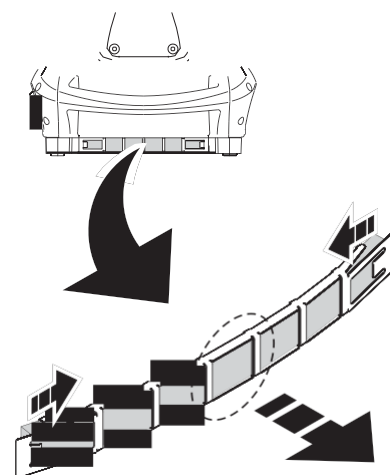

Рисунок 18. Воздушные фильтры основания
3. См. рисунок 18. На каждой стороне основания сбоку зажмите держатели воздушного фильтра как показано на рисунке, затем потяните держатели за центр наружу, чтобы отсоединить и удалить их.